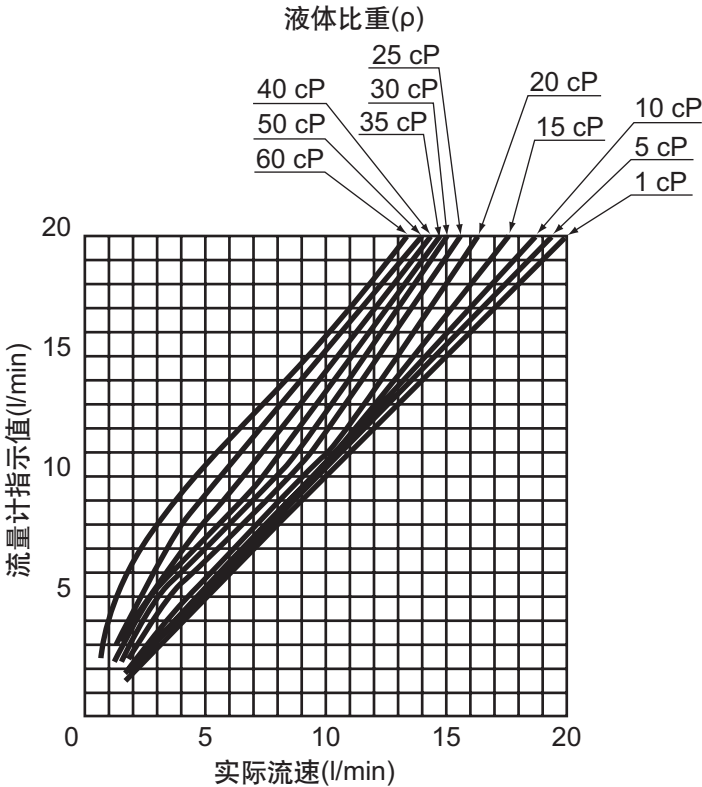

图4.4不同粘度样液下的流速特性
- (3) 在样液管道中的‘排水’ 阀下准备一个样液容器(液体盘)。首先，全开‘排水’ 阀，然后逐渐打开‘取样口’ 阀。当样液开始流出排水阀时，关闭‘取样口’ 阀。
- (4) 在采样返回口侧导管中，进行与(3)中相同的操作。在‘排水’ 阀下准备一个样液容器(液体盘)。首先，全开‘排水’ 阀，然后逐渐打开‘截止’ 阀。当样液体开始流出‘排水’ 阀时，关闭‘截止’ 阀。
- (5) 在采样单元中，全开“BV1” 和“NV4”，同时半开“NV1”。关闭(3)中打开的‘排水’ 阀。逐渐打开位于样液入口管道的‘取样口’ 阀。当样液开始从采样返回口侧导管的‘排水’ 阀中流出时，如果在液体中未发现残留气体，全开‘停止’ 阀，并全关‘排水’ 阀。
- (6) 打开“NV2” 以排尽管道中残留的空气。当没有空气的样液从‘排水’ 端流出时，全关“NV2”。
(7) 调整NV1的开度，使检测器中样液流速约为5l/min。横河电机VD6SM采样单元中FM显示的流速随样液粘度变化。如果样液粘度变大，流速指示也会比实际流速高(见图4.4)。